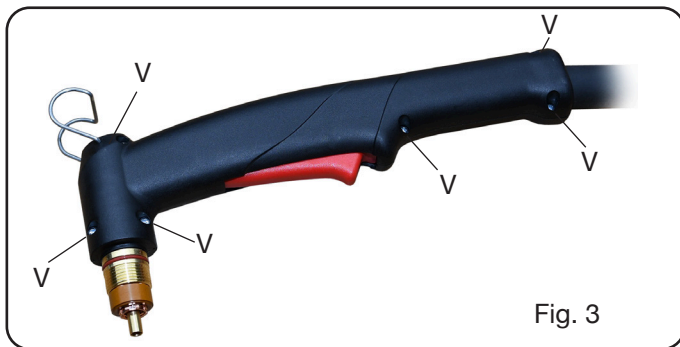
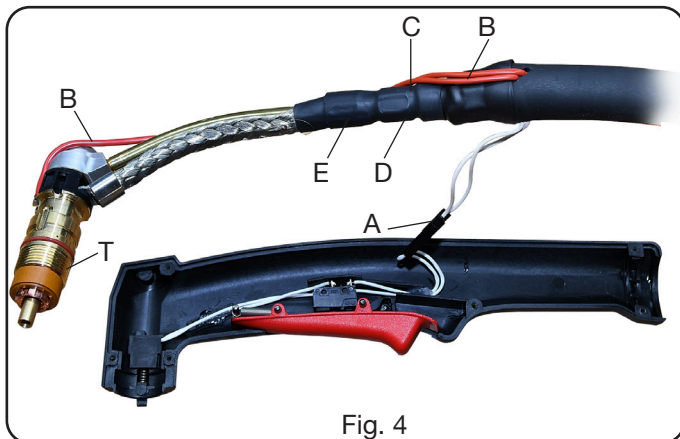
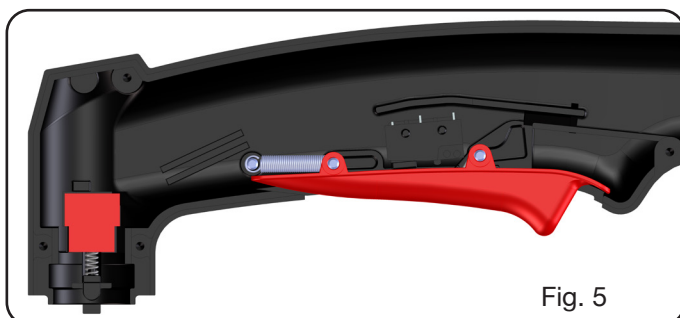

Fig. 3
Fig. 4
Fig. 5
- Die 6 Schrauben **V** (siehe Abb. 3) ausschrauben und die linke Griffhälfte entfernen.
- Wie in Abb. 4 gezeigt den Brennerkörper **T** mit dem Kabel anheben und die Verbindungen **A** (Taster) und **B** (Pilotlichtbogen) lösen. Hierbei darauf achten, dass die Komponenten der Taster-Baugruppe (siehe Abb. 5) in ihrer ursprünglichen Position bleiben.
- Die Verbindung **B** wieder herstellen, den Brennerkörper in den Griff einsetzen und schließlich die Verbindung **A** wie in der Abbildung 4 gezeigt einsetzen und anschließen.
- Wie in Abb. 4 gezeigt den Brennerkörper mit dem Kabel anheben und die Verbindung **A** (Taster) lösen.
- Den Griff mit Taster austauschen. Dann die Verbindung **A** wie in Abb. 4 gezeigt in den Griff einsetzen und anschließen und schließlich den Brennerkörper mit Kabel wieder in die rechte Griffhälfte einsetzen.
- Die 6 Schrauben **V** (siehe Abb. 3) ausschrauben und die linke Griffhälfte entfernen. Wie in Abb. 4 gezeigt den Brennerkörper mit dem Kabel anheben und die Verbindungen **A** (Taster) und **B** (Pilotlichtbogen) lösen.
- Die Verbindung B wieder herstellen, den Brennerkörper in den Griff einsetzen und schließlich die Verbindung A wie in der Abbildung 4 gezeigt einsetzen und anschließen.